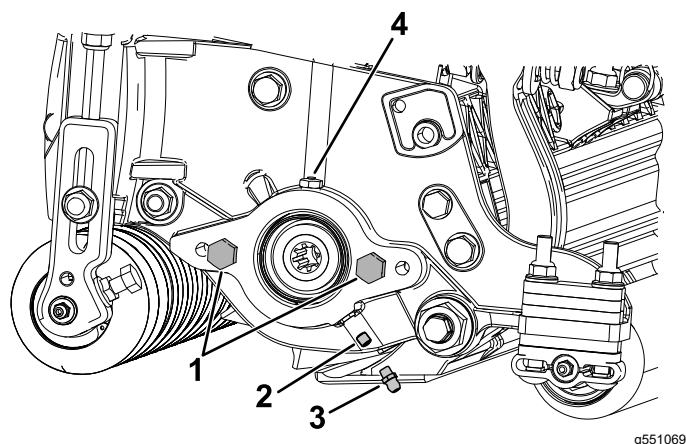

図 4
ねじは廃棄する 図 4。
2. グリスフィッティングストレートを取り付ける 図 4。
2. リールモータのサイドプレートにキャップスクリューが付いていない場合は取り付ける 図 4。
5. サイドプレートからグリスを注入する。グリスベントからグリスが漏れてくるまで入れること 図 4。